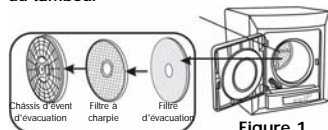

Figure 1
- Retrait du châssis d'évent d'évacuation contenant les filtres. Utilisez les quatre trous de saisie dans le centre du châssis des ventes d'évacuation pour le retirer du tambour. Retirez les filtres en tirant. Le châssis d'évent d'évacuation contient le filtre à charpie et le filtre d'évacuation, tel que montré à la figure 1.